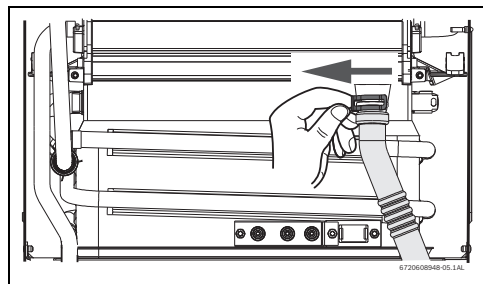

Fig. 29
- Retirar el clip y soltar la extremidad del tubo de condensados, consultar (Fig. 29).